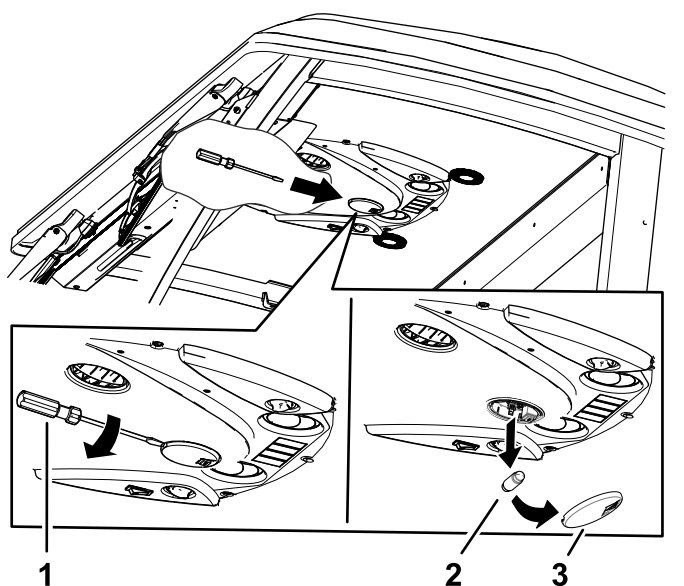

Figure 86
1. Avec un tournevis, enlevez le verre du panneau de commande (Figure 86).
2. Retirez l'ampoule du culot (Figure 86).